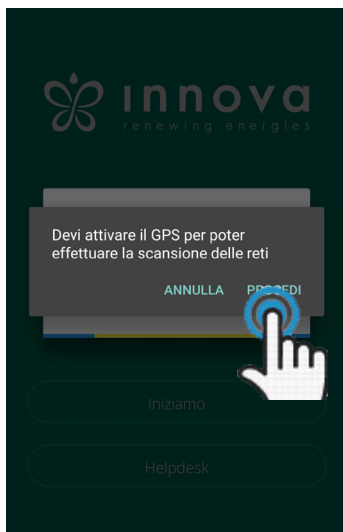

Figura 9-5
N.B. Se l'applicazione chiede di connettersi alla posizione accettare per facilitare la ricerca del fancoil. (Figura 9-5)